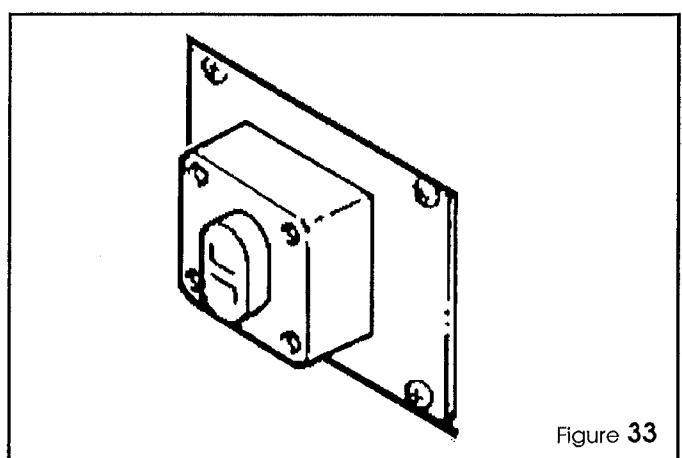

Figure 33
- pousser le bouton MARCHE situé sur l'interrupteur principal (Figure 33).
- druk op knop ON op de hoofdschakelaar (Figure 33).